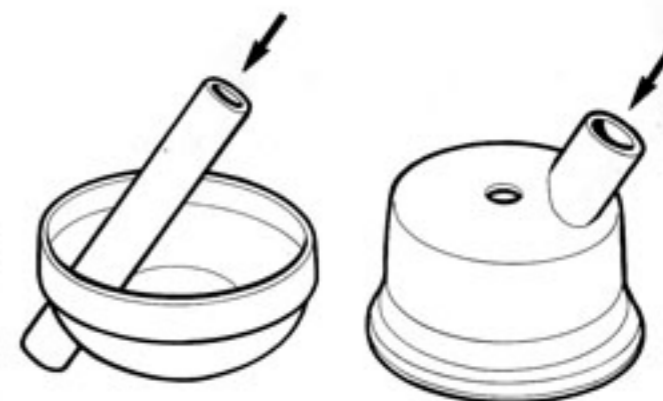

Fig. 4
- S'assurer que les trous de chicane et les tubes de sortie de silencieux d'échappement ne soient pas obstrués (sinon les déboucher, Fig. 4).